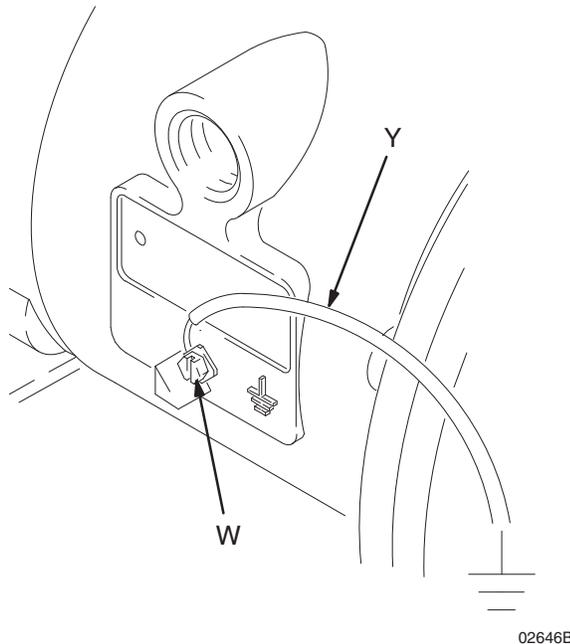

図 1
- ポンプ：図 1 に示すように接地線とクランプを接続します。接地ネジ (W) をゆるめます。最小断面積 1.5 mm^2 (12 ga.) の接地ワイヤ (Y) の一方の終端を接地ネジの背部に挿入し、ネジをしっかり締めます。